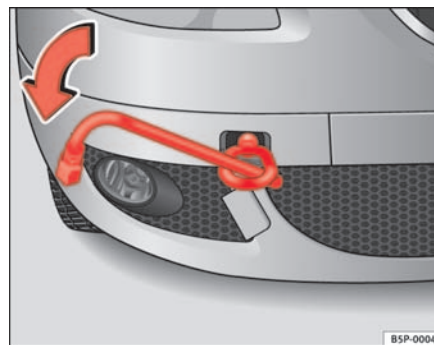
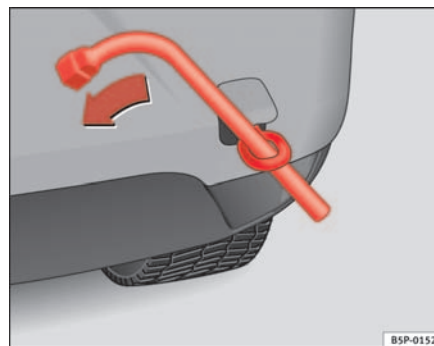

Fig. 195 Atornillado de la argolla de remolque en la parte delantera derecha del vehículo
Fig. 196 Atornillado de la argolla de remolque en la parte trasera del vehículo
- Atornille la argolla hasta el tope hacia la *izquierda*, en el sentido que indica la flecha, tanto en la parte delantera ⇒ página 266, fig. 195, como en la trasera ⇒ página 266, fig. 196.